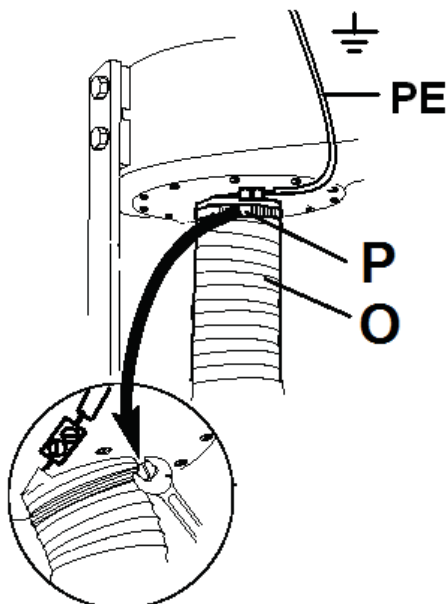

Рис. 12
- Воспользуйтесь одним хомутом (P), чтобы присоединить шланг (O) к входному штуцеру (Рис.12)
- Подсоедините стальной провод шланга к желто-зеленому проводу заземления (РЕ, Рис. 12). Это обеспечит защиту от статического электричества.